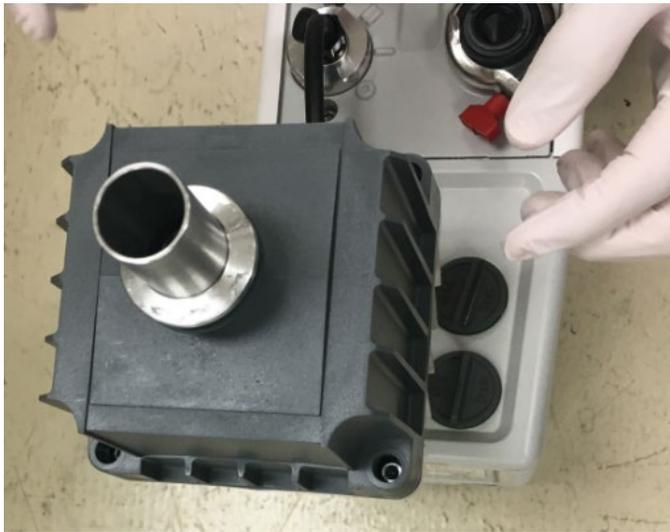

Abbildung 32: Anbringen des oberen Adapters des Ölnebefilters
- 12) Bringen Sie den oberen Adapter an. Siehe Abbildung 32.